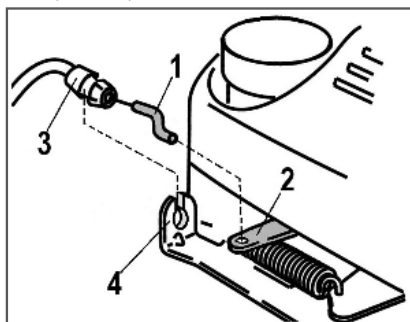

Рис. 3 Установка троса остановки двигателя
1. Вставьте Z-образный конец троса (1) в отверстие на рычаге управления (2). Далее введите трос через прорезь в кронштейне (4), после чего оболочку троса (3) вставьте в отверстие в кронштейне крепления троса (4) до надежной её фиксации (Рис. 3).